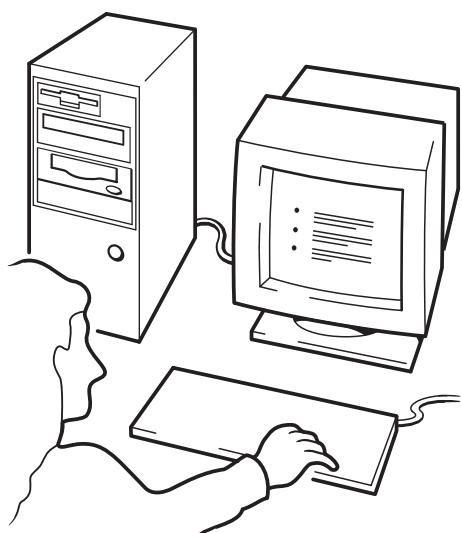

Figure 13c : hp obdr, étape 3
- 3** Suivez les instructions qui s'affichent à l'écran pour configurer le système d'exploitation (voir figure 13c). En règle générale, vous pouvez accepter la réponse par défaut pour tous les messages : appuyez simplement sur <Entrée>, par exemple.